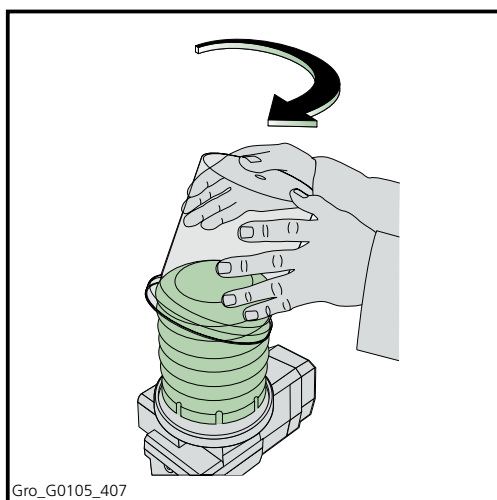

Fig 4.8 Posizionamento della calotta di protezione
5. Pulire la calotta di protezione, posizionarla sulla cartuccia (Fig 4.8) e avvitare sulla pompa ruotandola verso destra (in senso orario).